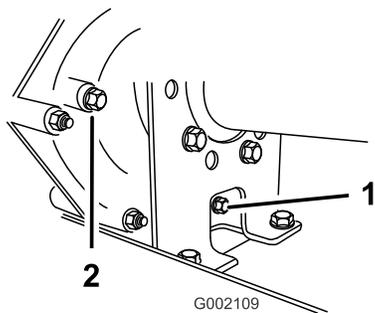
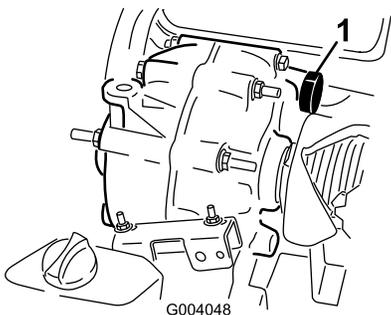

Figure 35
Figure 36
2. Enlevez le bouchon de vidange sur le côté droit du réservoir (Figure 35) et laissez l'huile s'écouler dans un bac de vidange. Revissez le bouchon de vidange en place lorsque la vidange est terminée.
3. Versez environ 1,4 l d'huile moteur SAE 10W30 dans le réservoir (Figure 36) ou faites l'appoint jusqu'à ce que le niveau atteigne le bas du trou d'indication de niveau (Figure 35).